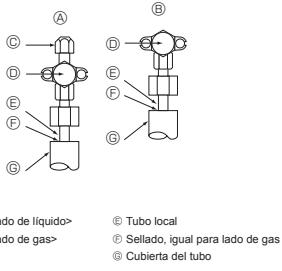

Fig. 5-4
5.4. Prueba de fuga de gas del tubo de refrigerante (Fig. 5-4)
- Si la presión se reduce en los pasos (2) o (3), hay una fuga de gas. Busque el punto de fuga del gas.